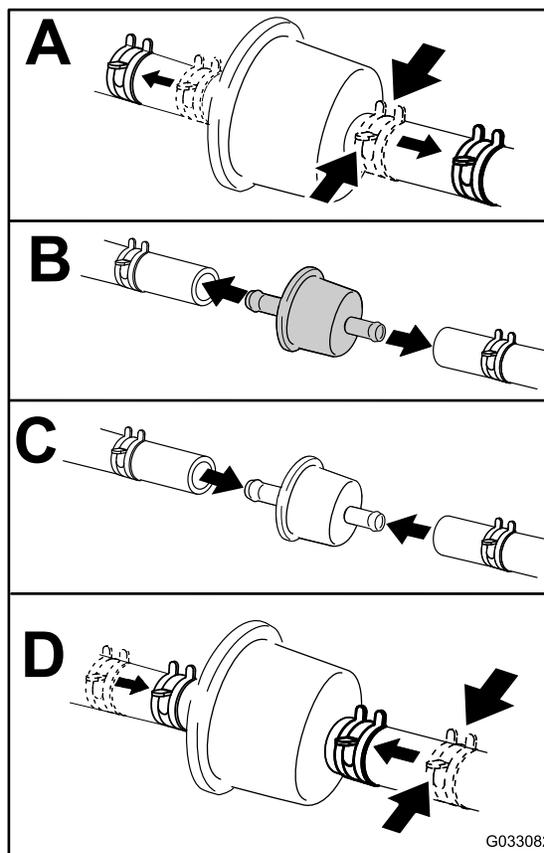

Рисунок 50
4. Замените топливный фильтр (Рисунок 50).